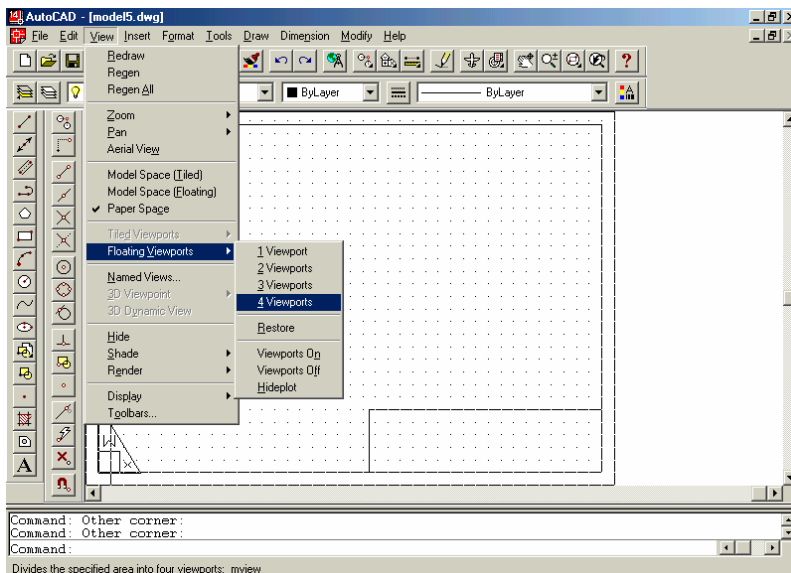
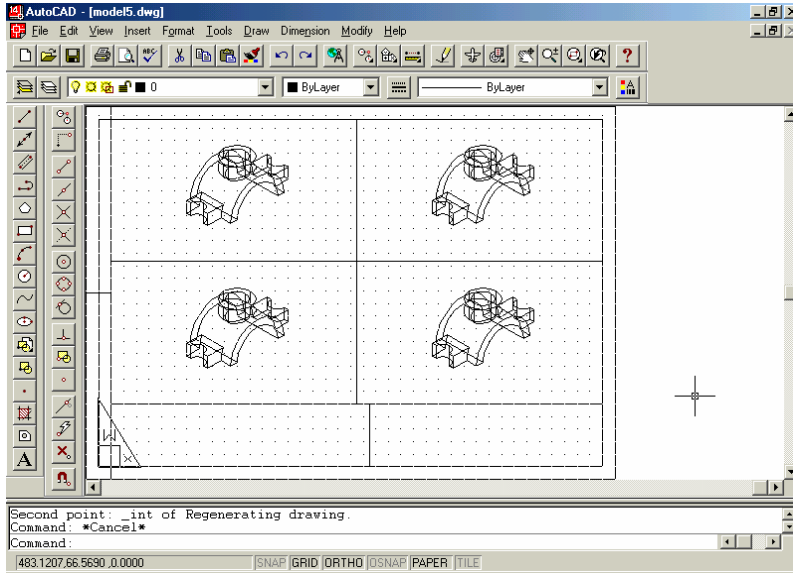

Fig. 12.22 Trasarea elementelor grafice ale formatului
Fig. 12.23 Alegerea numărului de proiecții dorite folosind MVIEW
3. Trasarea elementelor grafice ale formatului (limite, chenar, fișe de îndosariere, repere de centrare, etc.) eventual a indicatorului, în vederea încadrării cît mai bine a proiecțiilor pe hârtia desen virtuală (fig. 12.22);
4. Împărțirea ariei de desenare în numărul de proiecții (vederi) dorite, folosind comanda MVIEW (fig. 12.22 și fig. 12.23);